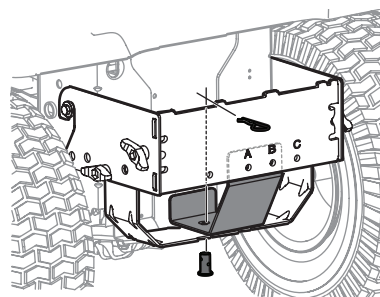

Figure 4
2. Installez le support (783-08856), compris avec les pièces, sur le support de montage. Voir Figure 4. Alignez les trous comme illustré.
3. Installez l'axe de chape (711-0309A) du kit de quincaillerie (689-02364) sur le support d'attelage du tracteur, sur le support et sur le support de montage. Puis fixez-le avec une goupille fendue (714-0117). Voir Figure 4.